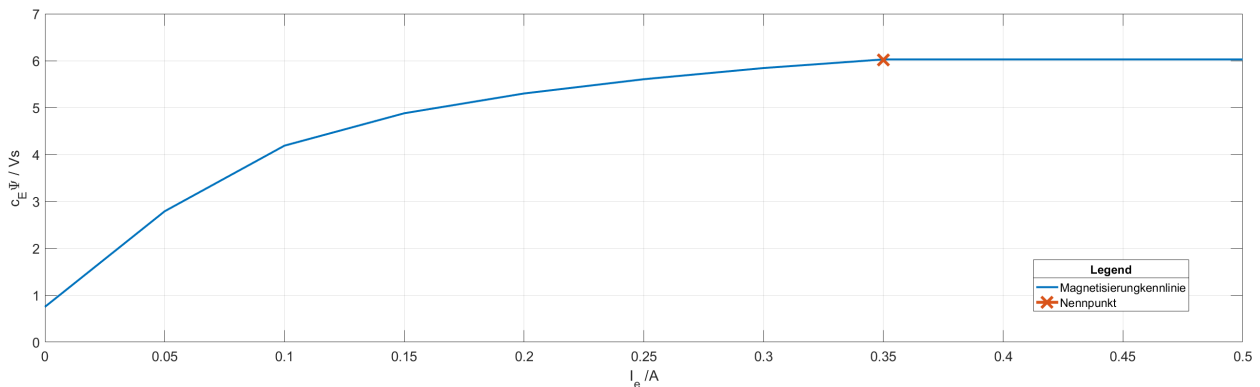

Abbildung 4.1: Magnetisierungskennlinie
c) In Abb. 4.1 ist die gemessene Magnetisierungskennlinie dargestellt.
d) Der Erregerstrom wird so eingestellt, dass eine Nennflussverkettung  $\Psi_N = 6.016$  Vs erreicht wird. Bei einem höheren Erregerstrom würde die Nennflussverkettung nicht, bzw. kaum steigen, weil der Eisenkern sich in Sättigung befindet. Bei niedrigeren Erregerströmen tritt bei schwankender Spannungsversorgung eine große Änderung des Flusses auf, da die Steigung der Magnetisierungskennlinie (siehe Abb. 4.1) in diesem Bereich sehr hoch ist. Außerdem bei einer Absenkung des Feldes das Nennmoment erreicht werden (Feldschwäcbereich).